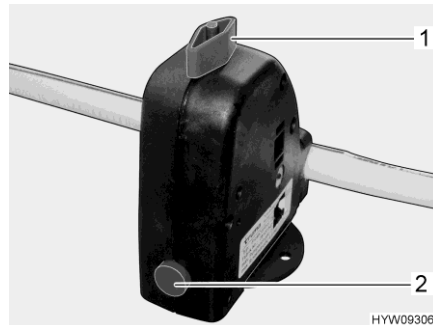

Bild 155 Sicherheits-/Ablassventil (Boiler)
Der Boiler ist mit einem Sicherheits-/Ablassventil (Bild 155) ausgestattet. Das Sicherheits-/Ablassventil verhindert, dass das Wasser im Boiler einfriert, wenn bei Frost die Heizung nicht eingeschaltet ist.
- Sicherheits-/Ablassventil schließen. Dazu den Drehknopf (Bild 155,1) quer zum Sicherheits-/Ablassventil drehen und den Druckknopf (Bild 155,2) hineindrücken.
- Sicherheits-/Ablassventil öffnen. Dazu den Drehknopf (Bild 155,1) längs zum Sicherheits-/Ablassventil drehen. Der Druckknopf (Bild 155,2) springt heraus. Der Boiler wird über das Sicherheits-/Ablassventil nach außen entleert.